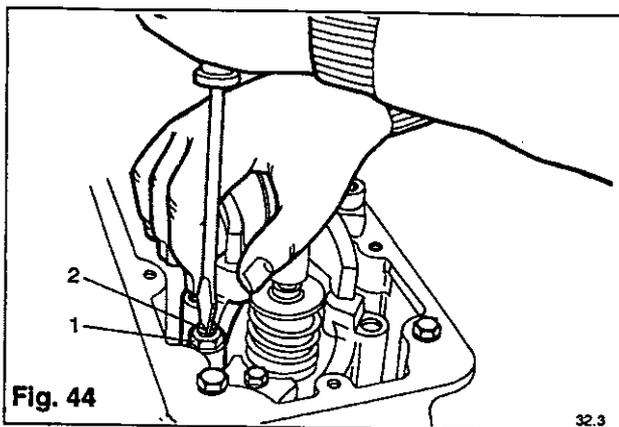

Fig. 44
Une fois que le moteur est tourné dans la position correcte, vérifier que les culbuteurs d'admission et d'échappement ont du jeu, avant de passer à l'opération suivante. Desserrer le contre-écrou (1) de chaque pont de soupape, dévisser la vis de réglage (2) jusqu'à ce que la partie fixe du pont de soupapes soit en appui sur la soupape correspondante puis, en appuyant d'une main sur l'arête supérieure du pont de soupapes, visser la vis de réglage jusqu'à ce qu'elle touche la soupape, équilibrant ainsi la levée de soupapes. Rebloquer le contre-écrou sans bouger la vis de réglage. (Voir Fig. 44).